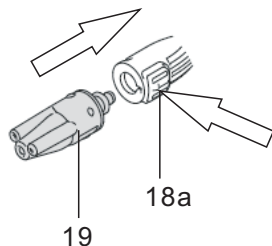

Fig. 8
- > Appuyez sur le bouton de verrouillage (18a) et fixez la buse vario (19) sur la rallonge (18). Lâchez le bouton (18a) pour verrouiller la buse en place (Fig. 8).